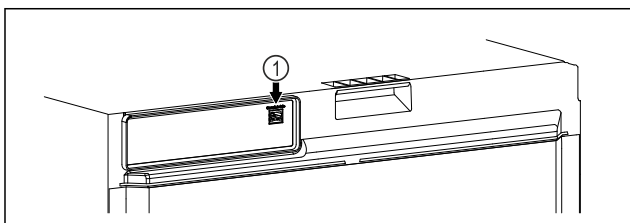

Fig. 141
- SmartModule Fig. 141 (1) on asetettu paikoilleen.